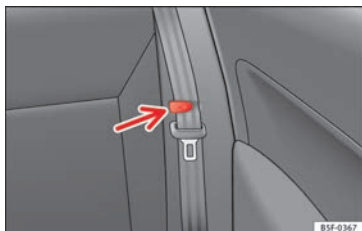

Bild 149 Klämma som stöd för säkerhetsbälte
- Placera säkerhetsbältena på sidorna i klämman » **bild 149**.